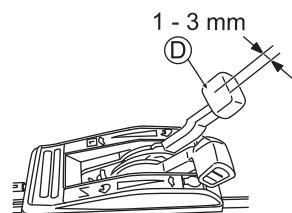

Abb. 26
Justieren sie das Spiel des Ganghebels (D), wie in Abb. 26 dargestellt, auf 1 - 3 mm.
- Starten Sie den Motor und vergewissern Sie sich, dass die Mähgeschwindigkeit sich ändert, wenn der Ganghebel (D) betätigt wird.